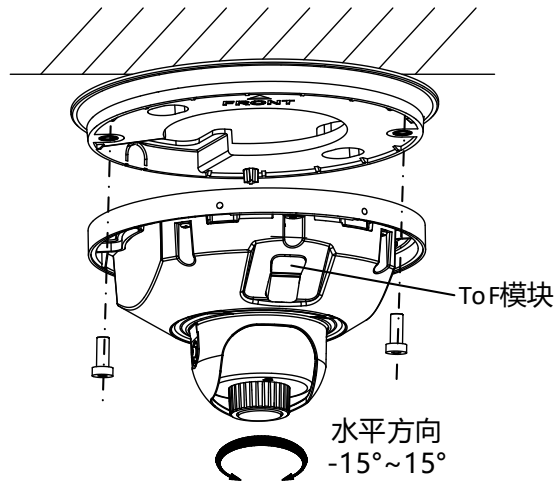

图1-6 固定摄像机
- 设备带有 ToF 模块，用于检测设备的遮挡情况。请定期使用干燥的软棉布或镜头擦拭纸擦拭表面，避免沾有灰尘、油脂和指纹等，影响检测效果，ToF 模块位置请参见“图 1-6 固定摄像机”。
- 安装设备时，为保证设备遮挡报警效果，请保持 ToF 模块周围无遮挡，ToF 模块位置请参见“图 1-6 固定摄像机”。